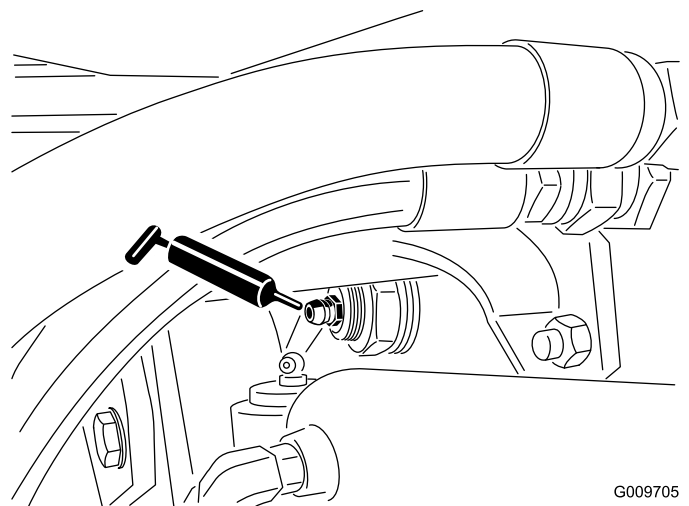

Figura 102
- Casquillos del pivote del eje trasero (2); consulte Figura 102